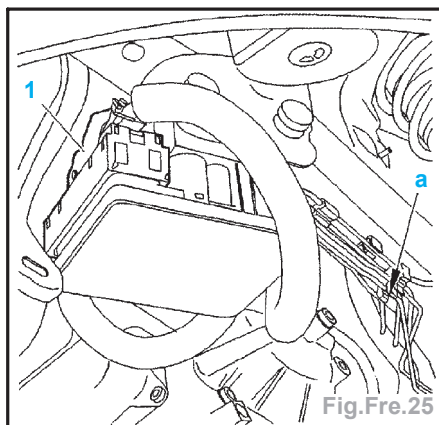

Fig.Fre.25
- Débrancher le connecteur (1) (Fig.Fre.25).